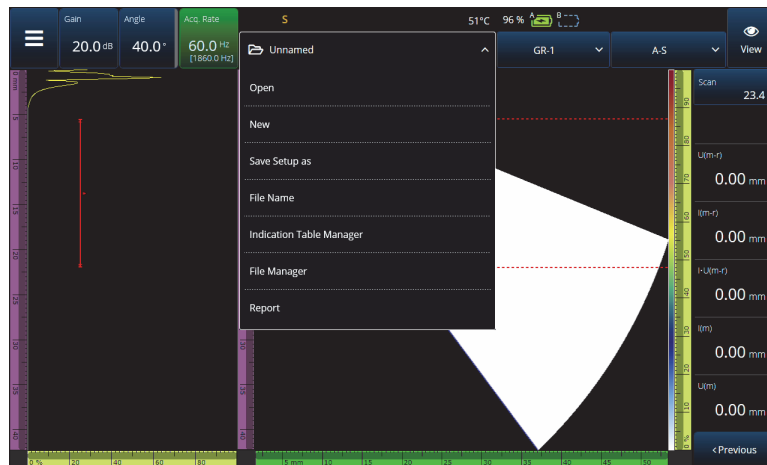
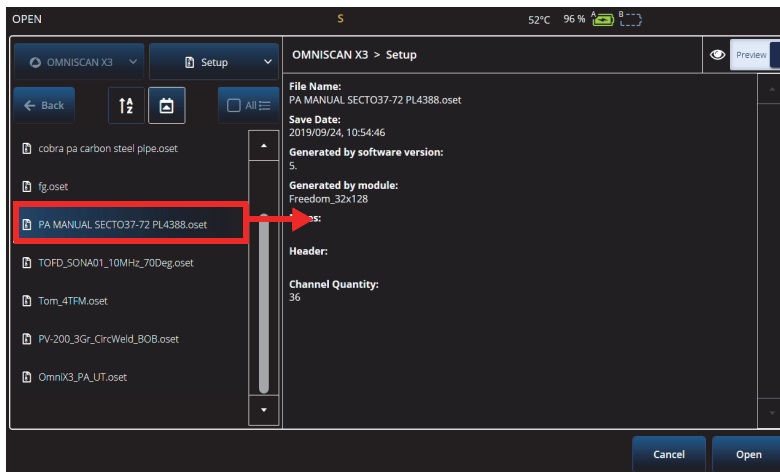

Figure 6-1 Menu File (Fichier)
Figure 6-2 Menu Open (Ouvrir)
Les configurations et les données d'inspection sont conservées et organisées à l'aide de fichiers, et présentées dans des rapports. Vous pouvez utiliser le menu **File** (Fichier) pour accéder à plusieurs paramètres de fichiers ainsi qu'à l'outil **Report** (Rapport) et au **File Manager** (Gest. fichiers) [Figure 6-1 à la page 211].
- Pour enregistrer votre fichier de configuration, sélectionnez **Save Setup As** (Enreg. config. sous) dans le menu **File (Fichier)** (Figure 6-1 à la page 211).
- Pour ouvrir un fichier, sélectionnez **Open** (Ouvrir) dans le menu **File (Fichier)** [Figure 6-1 à la page 211], puis choisissez le répertoire dans lequel se trouve le fichier. Vous pouvez ouvrir le fichier de configuration ou le fichier de données en sélectionnant le type de fichier. Vous pouvez également classer les fichiers par ordre alphabétique ou par date à l'aide de l'icône **Filter** (Filtre), et prévisualiser le fichier sélectionné (Figure 6-2 à la page 212).